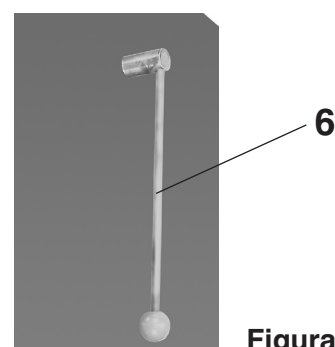

Figura 7c
1.2 Pulizia della superficie termolitica riscaldante d'intervento successivo mediante la pulizia della superficie riscaldante. Muovere per 2-3 volte, da una parte e dall'altra, la leva (6, figura 7c) per la pulizia della superficie riscaldante.